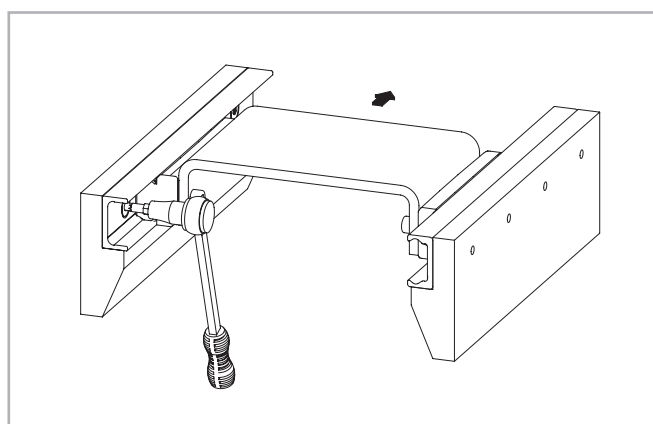

Рис. 170
(6) Переместите каретки с грузом в один из концов направляющих, и продолжите затяжку крепежных винтов, поочередно затягивая винты в порядке их удаления от каретки, начиная с соседних с кареткой (рис. 170).